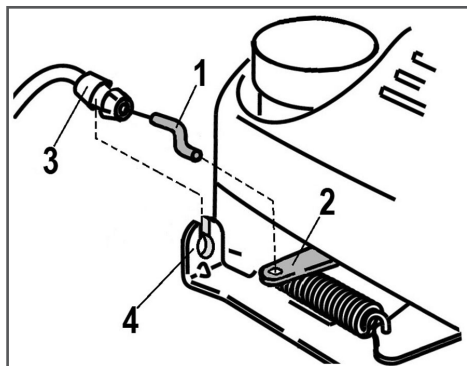

Рис. 4 Установка троса остановки двигателя
1. Вставьте Z-образный конец троса 1 в отверстие на рычаге управления 2. Далее введите трос через прорезь в кронштейне 4, после чего оболочку троса 3 вставьте в отверстие в кронштейне крепления троса 4 до надежной её фиксации (Рис. 4).